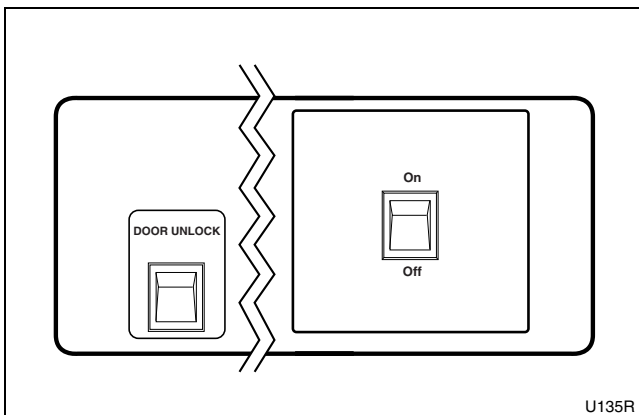

Figure 17
3. **Modèles sans monnaie :** Tenir enfoncé le bouton DOOR UNLOCK (déverrouillage porte) sur le côté gauche du panneau de commande durant cette opération. Se reporter à la *Figure 17*.